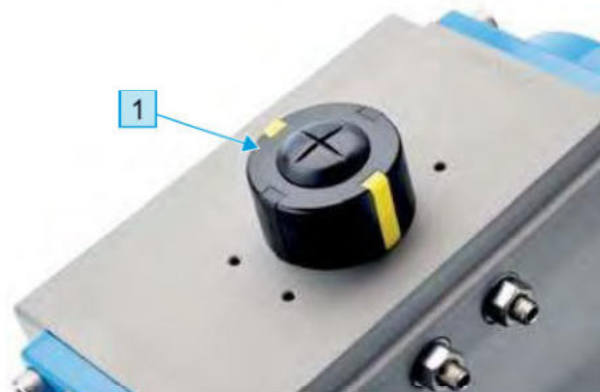
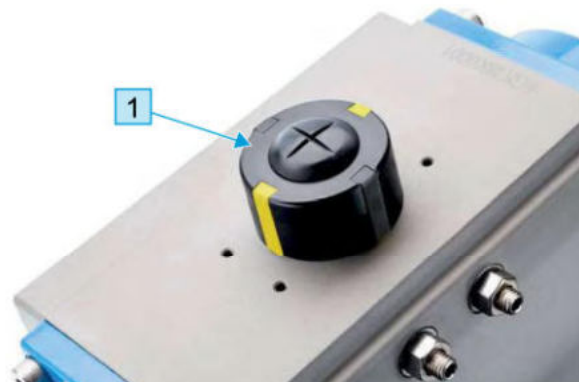

Abb. 3-12 Bedien- und Anzeigeelemente des Schwenkantriebs bar-acturn
Abb. 3-13 Bedien- und Anzeigeelemente des Schwenkantriebs bar-acturn
Der pneumatische Schwenkantrieb wird in doppelt- und einfachwirkender Funktion (mit Sicherheitsfedern, die den Schwenkantrieb in die Grundstellung zurückfahren) je nach Wunsch ausgeliefert. Die jeweilige Armaturenstellung wird über den serienmäßigen optischen Stellungsanzeiger indiziert (siehe Abb. 3-12 und Abb. 3-13). Optional kann als Zubehör ein Endlagenrückmeldegerät bezogen werden.
- Abb. 3-12 zeigt die Geschlossenstellung
- Abb. 3-13 zeigt die Offenstellung
- Abb. 3-12 zeigt die Offenstellung
- Abb. 3-13 zeigt die Geschlossenstellung